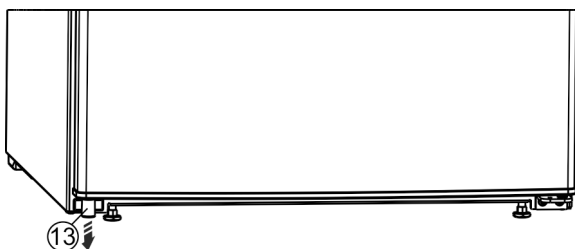

Fig. 5
- Linksonder het afstandsdeel Fig. 5 (13) uit de deur verwijderen.